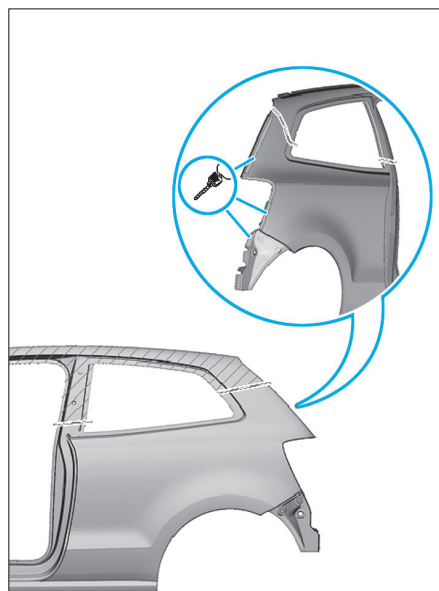

FIG. 102
- Préparer les zones d'accostage (Fig.102).